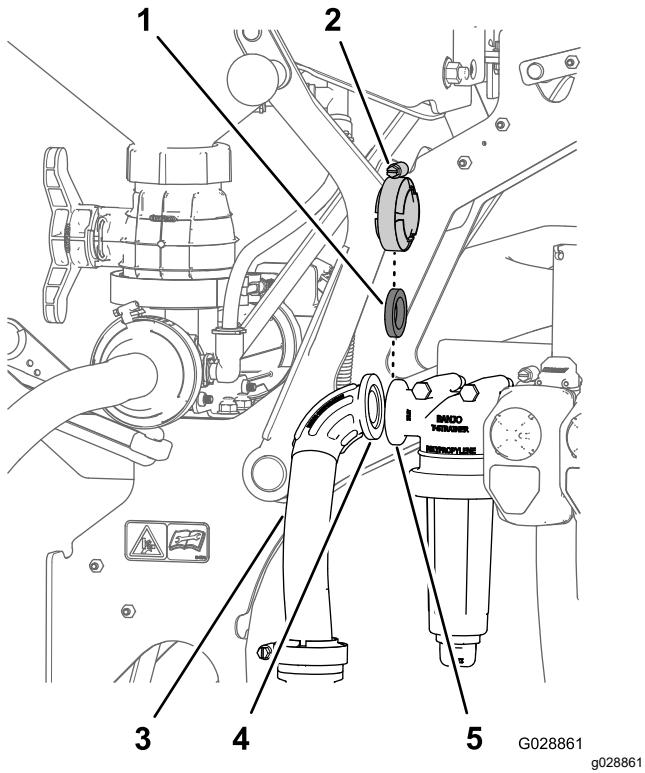

图 28
1. 将进水软管 90°接头的凸缘与压力式滤头的凸缘对齐图 28。
2. 使用您在 准备安装清洁加药器阀 \(页码 10\) 的 1 中拆下的垫片和凸缘夹具 图 28 将进水软管固定到压力式滤头。